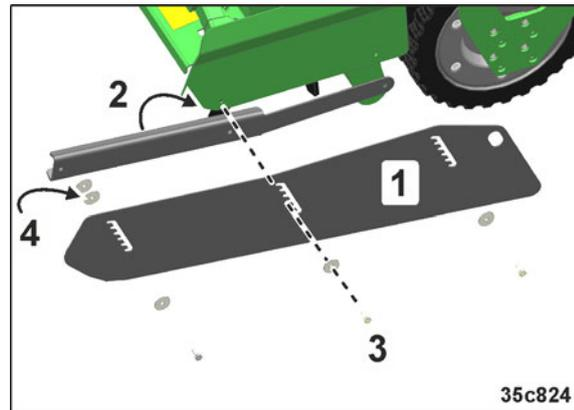

図 19
サイドガイドプレートのエクステンション (図 19/1) を、ねじでロータリーカルチベータ / ロータリーハローに留めます。
4. 取付部背後のカウンターホルダーを、所定の位置にセットします (図 19/2) 。
5. サイドガイドプレートのエクステンション (図 19/1) を、KE Super/KX/KG 3001 の取付部に合わせて、ねじ (図 19/3) でカウンターホルダーに固定します。
6. フロント側のねじ継ぎ手のために、スペーサを取り付けます (図 19/4) 。